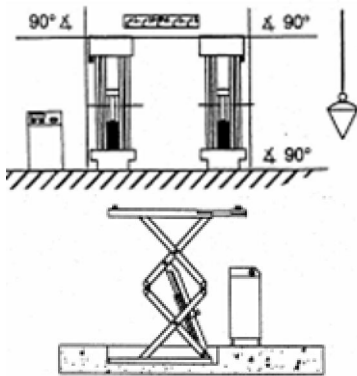

Fig.9
**UITLIJNEN VAN DE HEFBRUG (Fig.9)**
- Controleer of de platformen verticaal en horizontaal juist zijn uitgelijnd tov. de vloer en tov. elkaar (Fig.9). Dit is zeer van belang voor het goed functioneren van de hefbrug. Vul eventueel het grondframe uit.